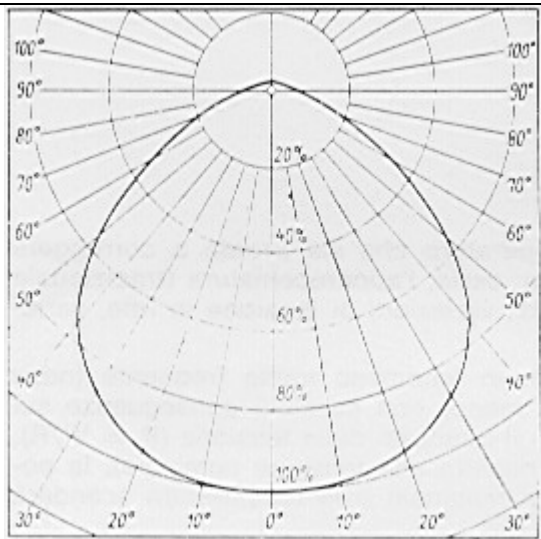
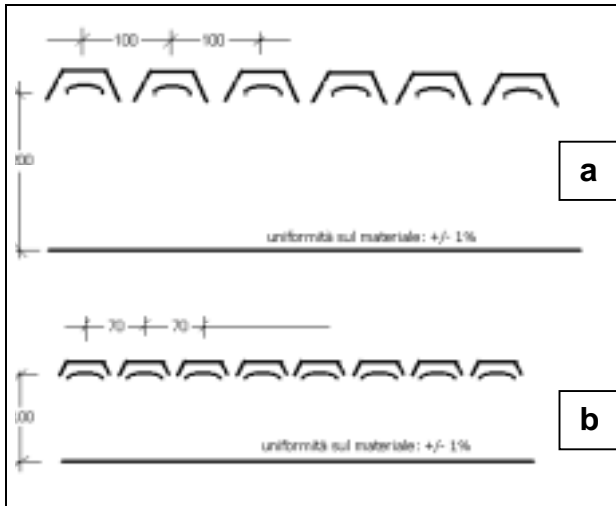

Fig.6 - Irradiatori a tegolino FSR
Fig.8 - Distribuzione irradiatori per avere la uniformità di irradiazione su una superficie ferma
La curva di distribuzione delle irradiazioni dipende principalmente dalla forma dell'irradiatore e dalla presenza del riflettore. Irradiatori piatti o "a tegola" (come HTS o FSR rispettivamente) avranno una curva relativamente allargata con radiazioni più diffuse, mentre irradiatori lineari (come IRS) avranno una curva stretta e un fascio di raggi concentrato. Da qui, la scelta del tipo di irradiatore in funzione dell'impiego: gli irradiatori tipo HTS ed FSR sono adatti per impieghi a distanza ravvicinata e sono idonei a realizzare l'uniformità statica di temperatura su una superficie; gli irradiatori tubolari tipo IRS sono adatti per trattamenti a maggiori distanze e realizzano solo l'uniformità lineare, per cui sono indicati per materiali in movimento rispetto al forno. I diagrammi di Fig. 6 e 7 mostrano la diffusione delle irradiazioni di irradiatori tipo FSR ed IRS provvisti di riflettore posteriore: considerato pari al 100% il valore di irradiazione misurato sulla verticale dell'irradiatore a 1 metro di distanza, si possono ricavare i valori di irradiazione percentuale che si hanno spostandosi di un certo angolo rispetto alla verticale. Come conseguenza del diagramma di fig.6, si ha che per avere l'uniformità di temperatura su una superficie piana e ferma con gli irradiatori FSR, si deve osservare una certa geometria di disposizione, secondo quanto illustrato in fig. 8
1) **Irraggiamento su superficie ferma:** si deve di solito ottenere l'uniformità di irraggiamento su tutta la superficie da trattare. Ciò si ottiene disponendo gli irradiatori secondo una certa geometria dipendente dal tipo di irradiatore (v.fig.8). Si considera poi la superficie da irradiare e si dimensiona la piastra radiante, rispettando le esigenze geometriche sopra dette, in modo da ricoprire (con un margine di almeno qualche centimetro per lato) tutta la superficie da riscaldare. Si determina in tal modo la forma della piastra, ossia il numero totale di irradiatori infrarossi necessari.